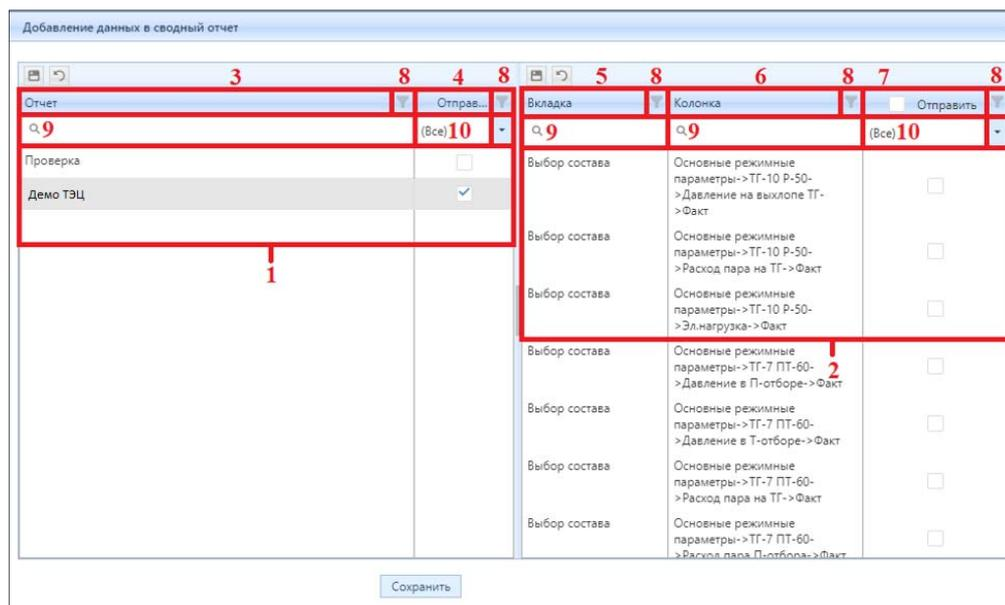

Рисунок 3.3.14 – Интерфейс окна «Добавление данных в сводный отчет»
3. После нажатия на кнопку «в сводный отчет» в интерфейсе Системы появится окно «Добавление данных в сводный отчет» (рис. 3.3.14). Внешний вид окна состоит из двух таблиц:
- 1) таблица (блок 1) со сводными отчетами (рис. 3.3.14);
- 2) таблица (блок 2) с перечнем вкладок и колонок сводной таблицы (рис. 3.3.14).
Подробнее о структуре таблицы (блок 1) со сводными отчетами (рис. 3.3.14):
- в колонке (3) «Отчет» (рис. 3.3.14) хранятся записи, соответствующие наименованию сводной таблицы;
- в колонке (4) «Отправить» (рис. 3.3.14) содержатся чек-боксы, которые показывают, что при наличии признака данные с результатами расчета передадутся в сводную таблицу.
- в колонке (5) «Вкладка» (рис. 3.3.14) хранятся записи, соответствующие вкладкам сводной таблицы;
- в колонке (6) «Колонка» (рис. 3.3.14) хранятся записи, соответствующие колонкам в сводной таблице;
- В колонке (7) «Отправить» (рис. 3.3.14) содержатся чек-боксы для выбора соответствующей вкладки и колонки сводной таблицы, в которую необходимо передать данные из отчета по оптимизации.
Для удобства и оперативности просмотра настроек в интерфейсе окна «Добавление данных в сводный отчет» реализованы вспомогательные кнопки и поля. В каждой колонке таблиц имеется кнопка (8) «Отфильтровать» (рис. 3.3.14), предназначенная для фильтрации отображаемой информации. Область (9) строка поиска (рис. 3.3.14) предназначена для оперативного поиска информации, хранящейся в определенной колонке. В поле (10) (рис. 3.3.14) реализован ниспадающий список (Все, Да, Нет), выбрав одну запись из перечня, пользователю выводится информация об имеющейся настройке.
- 1) в таблице (блок 1) со сводными отчетами (рис. 3.3.14) выберите необходимую сводную таблицу (строка выделится серым цветом);